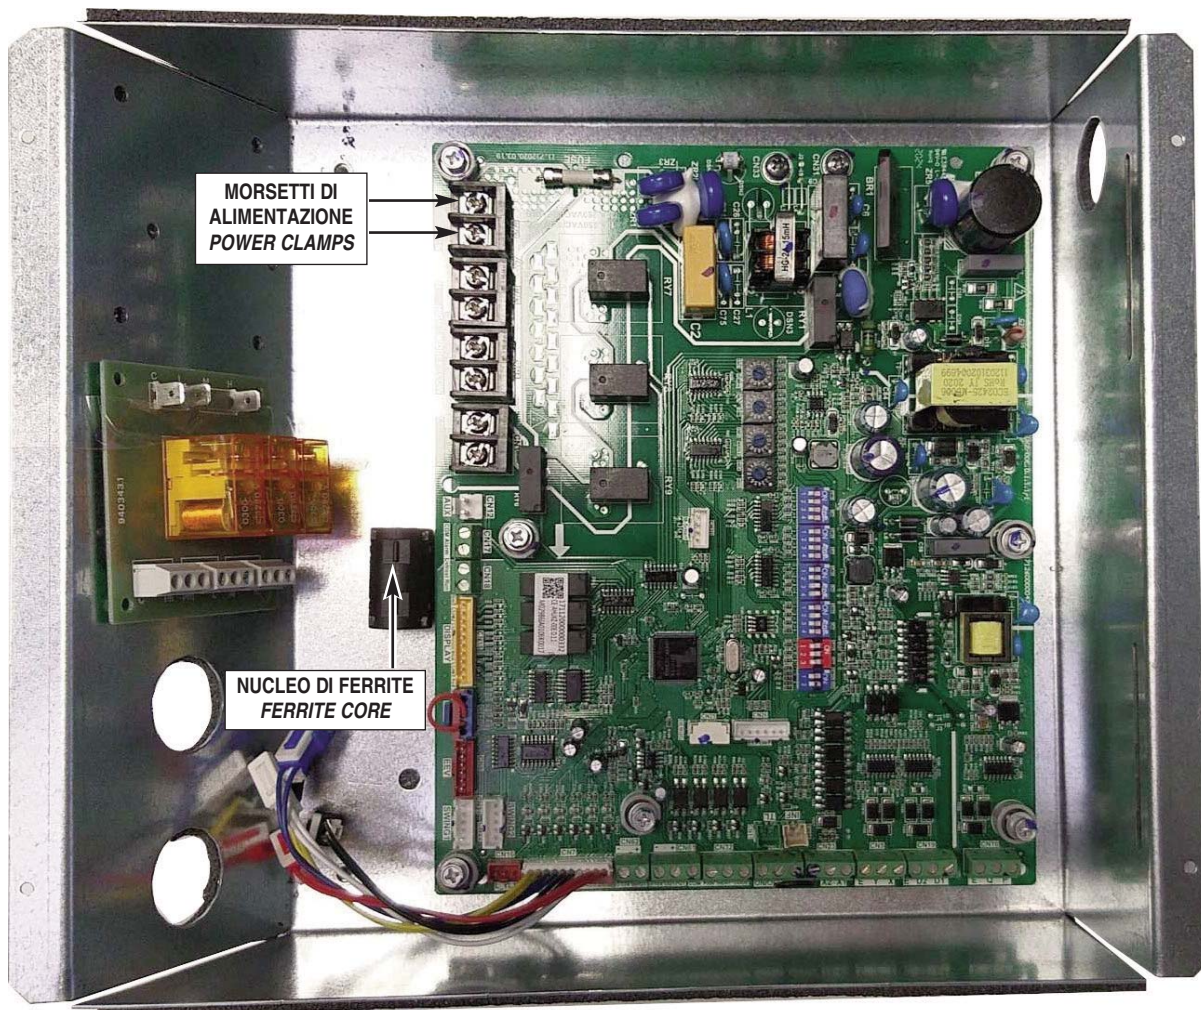

fig.4.1
- Svitare i pressacavi posti esternamente a lato del QE: infilare il cavo nel coperchio del pressacavo, poi nel pressacavo verso l'interno del vano, avendo cura di farlo passare attraverso il nucleo di ferrite già predisposto (fig. 4.1) pagina 15.